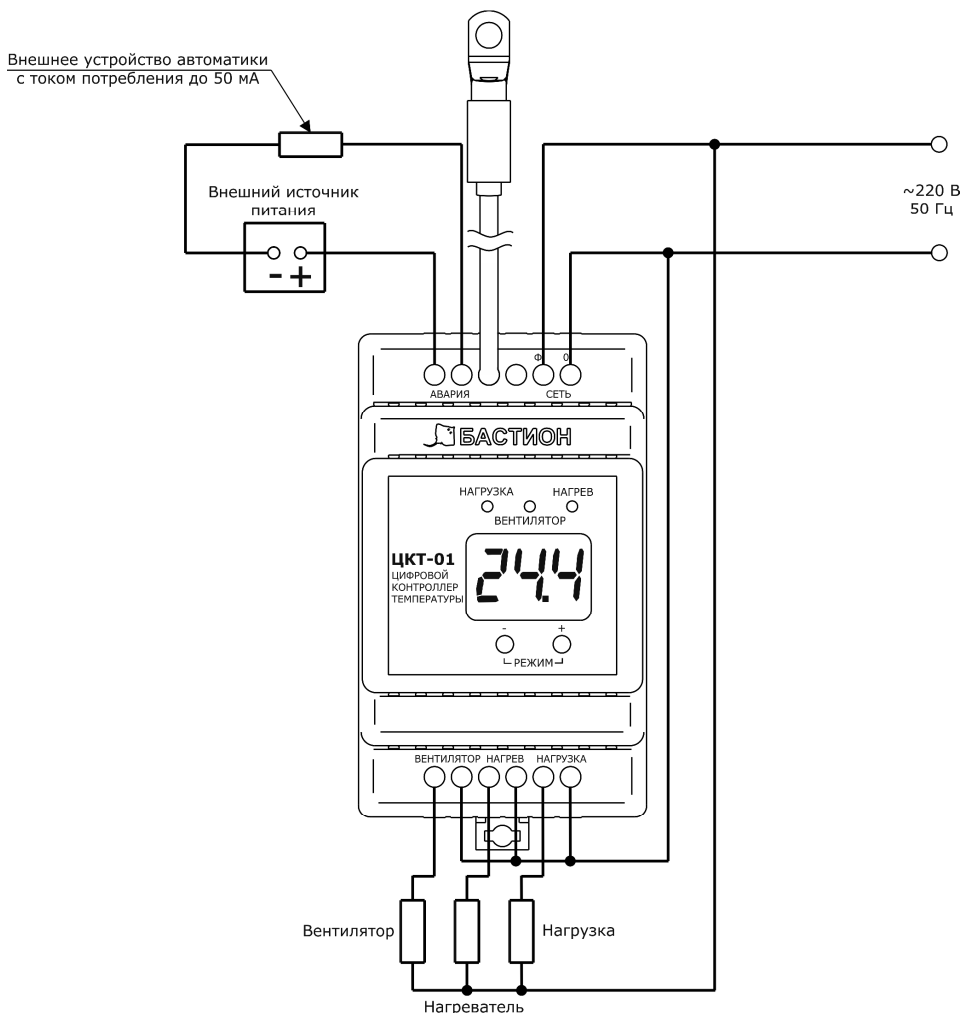

Рисунок 2 – Схема подключения
- Подключите, соблюдая фазировку, сетевые провода к соответствующим контактам сетевой клеммной колодки (см. рисунок 2).
- Проверьте правильность произведенного монтажа в соответствии с назначением клемм подключения (см. рисунок 2).